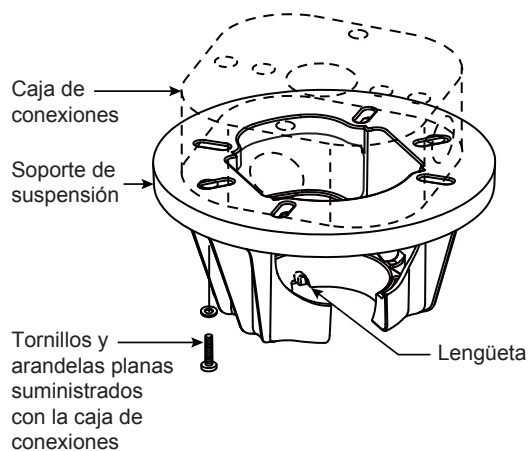
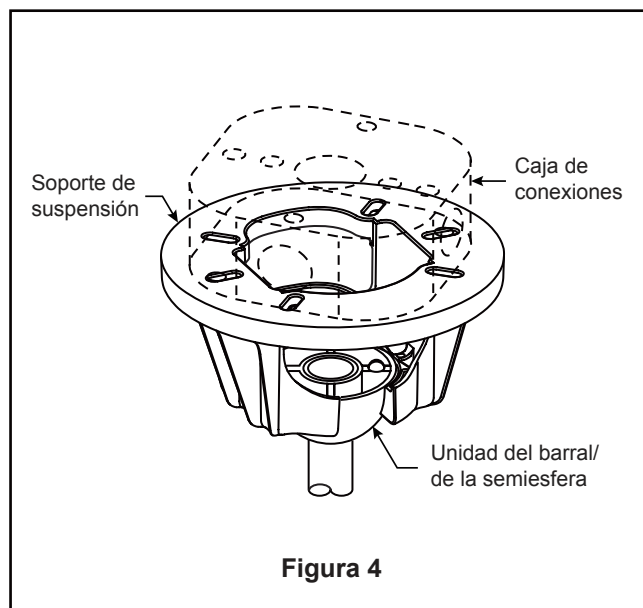

Figura 3
Figura 4
Uso del soporte (Figura 3)
3. Afloje los dos tornillos de fijación del soporte del barral de soporte para techo a través de la varilla. Introduzca los cables a través de la varilla. (Figura 3)
- ☐ 1. Fije bien el soporte de suspensión a la caja de conexiones con los tornillos y las arandelas planas suministrados con la misma. (Figura 3)
NOTA: Se deben pasar los tornillos de la caja de conexiones a través de los orificios que se encuentran en el soporte de suspensión. (Figura 3)
- ☐ 3. Con cuidado, levante el ventilador y apoye la unidad del barral/de la semiesfera en el soporte de suspensión que acaba de fijar a la caja de conexiones. (Figura 4) Asegúrese de que la ranura en la semiesfera esté alineada con el reborde del soporte de suspensión. (Figura 3)
- ☐ 2. Realice las conexiones de cables al bloque del terminal como se muestra en la Figura 3.